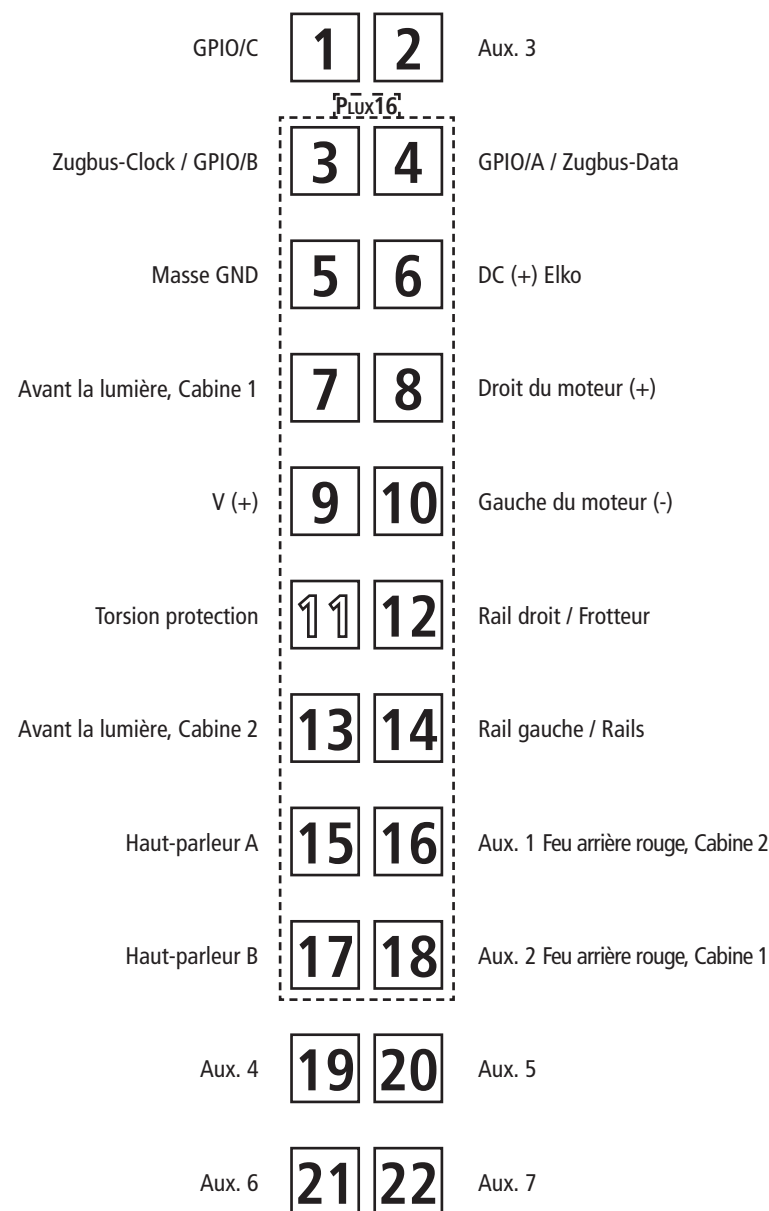
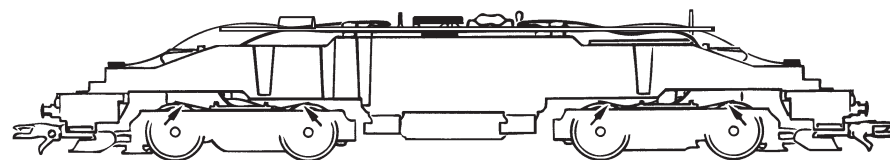
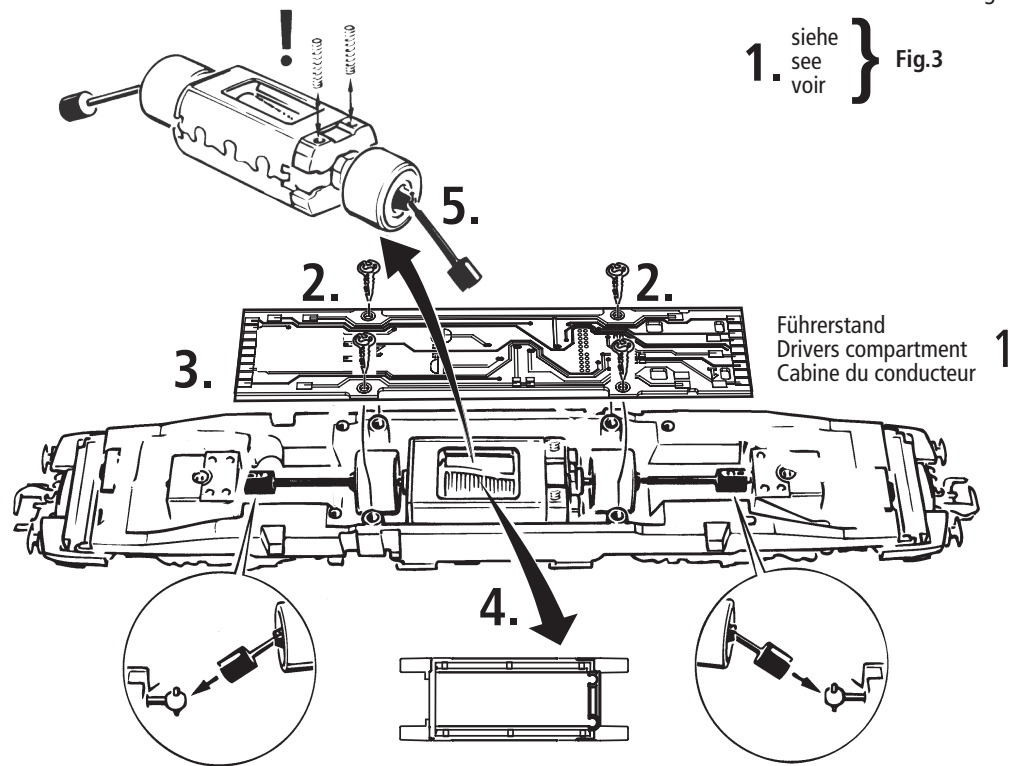
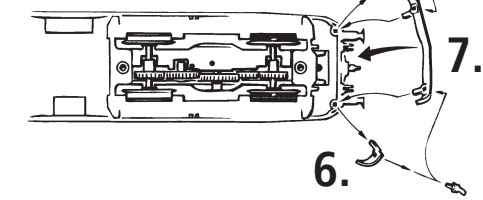

Fig. 5
Fig. 8
Fig. 9
Fig. 3
2. Schmierung: Versehen Sie die im Schmierplan in Fig. 5 gekennzeichneten Stellen mit nur **kleinen Öltropfen**. Dazu zuerst das Lokgehäuse abnehmen (Fig. 3). Wir empfehlen den **ROCO Öler Art.-Nr. 10906**. Fürs Schmieren der Getriebeteile (Zahnräder, Schnecke) empfehlen wir das **ROCO-Spezialfett Art.-Nr. 10905**. Im Falle der Schmierung diese Teile **nicht ölen**.
Mehrzugbetrieb: Zuerst Lokgehäuse abnehmen (Fig. 3). Danach den Brückenstecker aus der Schnittstelle entfernen (diesen sorgsam aufbewahren). Danach den Stecker des Decoders lagegerecht einsetzen (siehe Fig. 4).
Schleiferwechsel: siehe Fig. 9
4. Kohlebürstenwechsel: Lokgehäuse abnehmen (Fig. 3). Danach wird der Motor ausgebaut und die Kohlebürsten ausgewechselt (Fig. 8).
2. Lubrication: Apply **tiny oil drops** to spots marked in fig. 5. Prior to lubrication dismantle locomotive (fig. 3). We recommend using item no. **10906, Roco oiler**. For lubrication the gearparts (e.g. cogwheels, worm) we would recommend our Roco **special grease** (item no. **10905**).
A.C. pick up: see fig. 9
4. Carbon Brush Changing: First remove loco body (fig. 3), and then the motor (fig. 8).
2. Graissage: N'appliquez **qu'une toute petite goutte** aux endroits indiqués par le plan de graissage (fig. 5) après avoir démonté la caisse de la locomotive (fig. 3). Nous vous recommandons le **graisseur à huile Roco réf. 10906**. Pour graisser les engrenages (roues dentées, vis sans fin) nous vous conseillons la **graisse spéciale Roco réf. 10905** pour engrenages en matières synthétiques. Lorsque vous utilisez cette graisse il faut éviter d'huiler ces composants.
voir fig. 9
4. Remplacement des balais du moteur: Démontez la caisse (voir fig. 3). Démontez ensuite le moteur et échangez le balais (fig. 9).